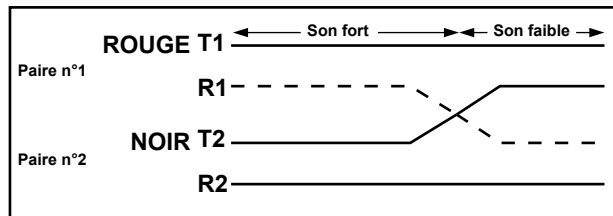

Figure 5 Clip rouge relié au conducteur en état de la paire 1; Clip noir relié au conducteur cassé de la paire 2.
* Lors de la vérification d'une cassure (Figure 5), la puissance des signaux audio et numérique diminue dès que la bobine de détection dépasse le point de cassure.